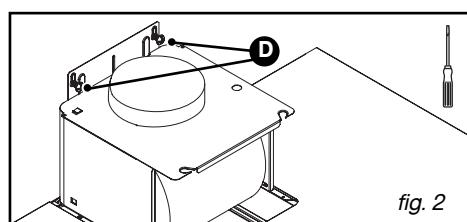

fig. 2
- Haak de afzuigkap op de twee schroeven (D/fig.2).